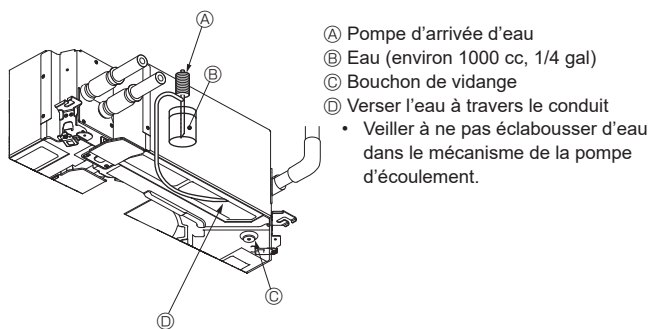

Fig. 7-8
7.3. Vérification de l'écoulement (Fig. 7-8)